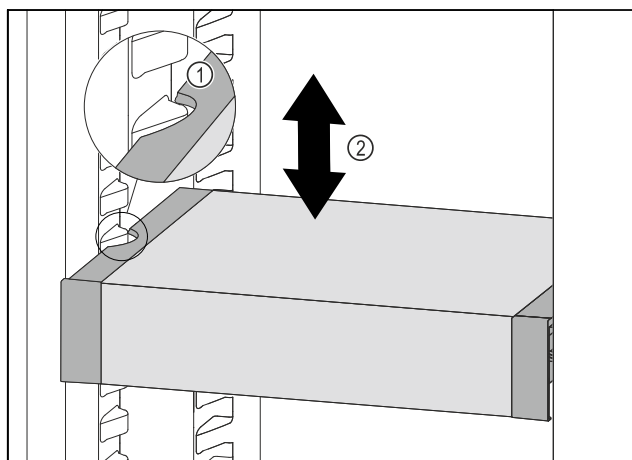

Fig. 171
- ▶ VarioSafe nach vorne ziehen, bis sich die seitlichen Aussparungen des VarioSafes auf Höhe der Behälterrippe im Kühlteil befinden. *Fig. 171 (1)*
- ▶ VarioSafe im Kühlteil nach oben oder unten bewegen, bis gewünschte Höhe erreicht ist. *Fig. 171 (2)*